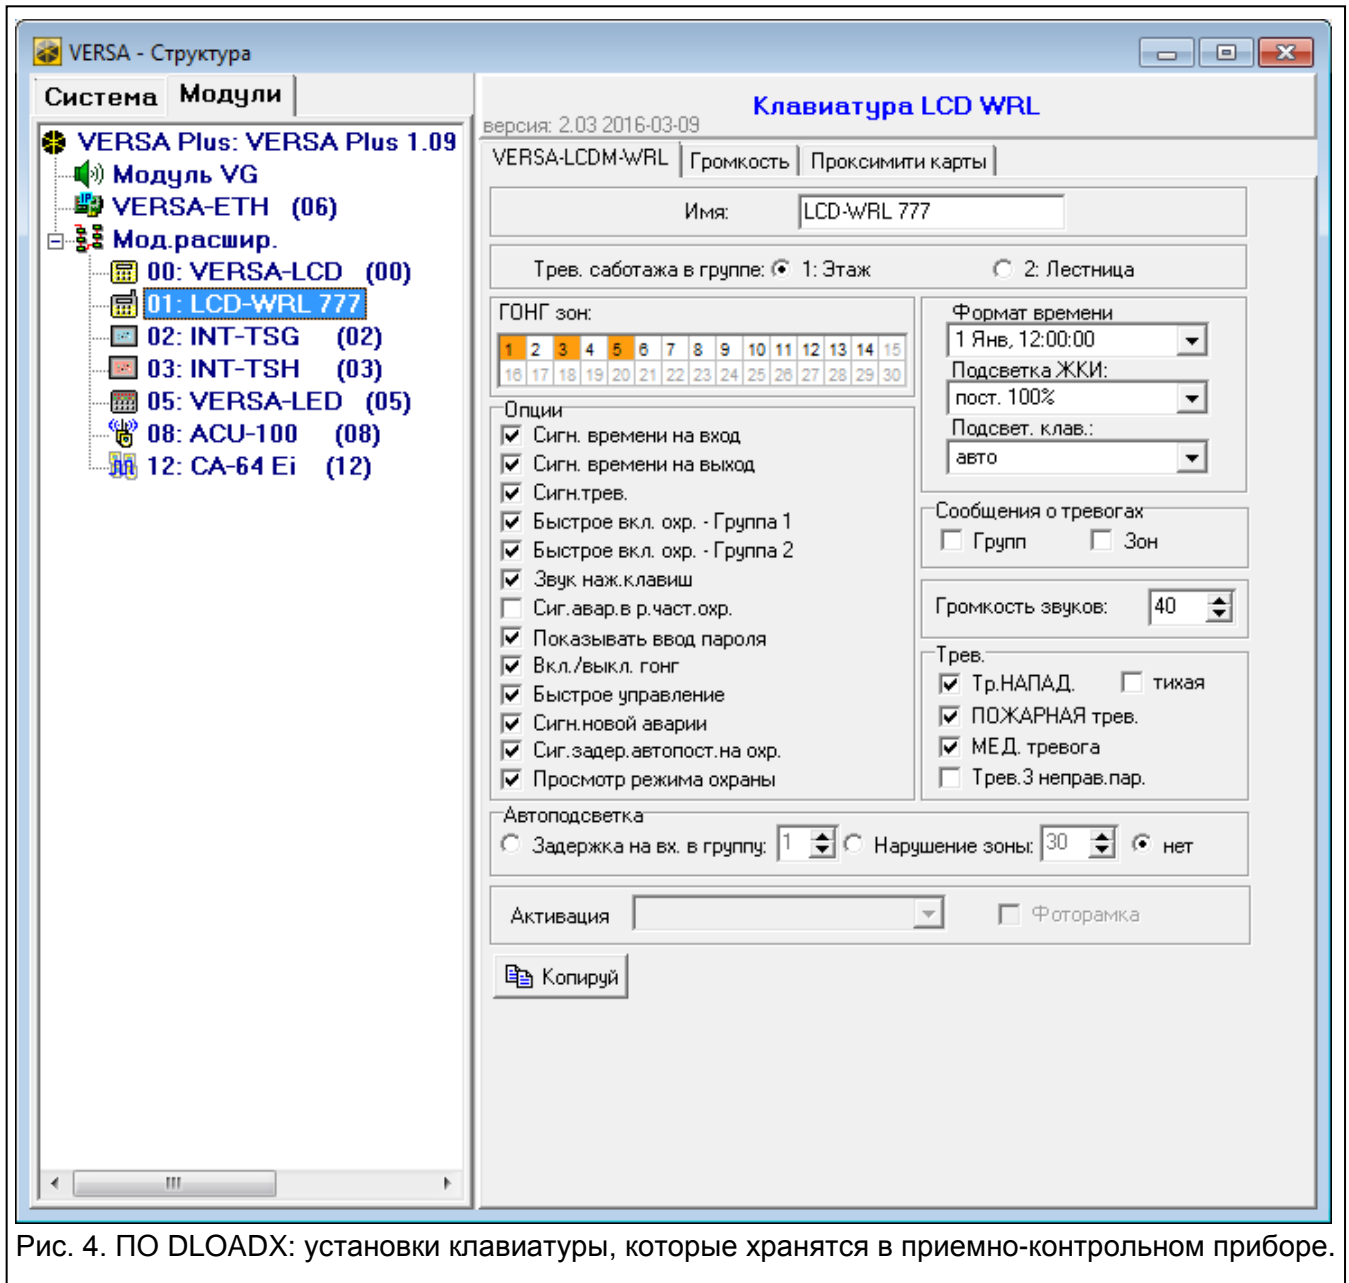

Рис. 4. ПО DLOADX: установки клавиатуры, которые хранятся в приемно-контрольном приборе.
- программа DLOADX: → окно «Versa – Структура» → закладка «Модули» → ветка «Модули расширения» → [название клавиатуры] (см.: рис. 4),